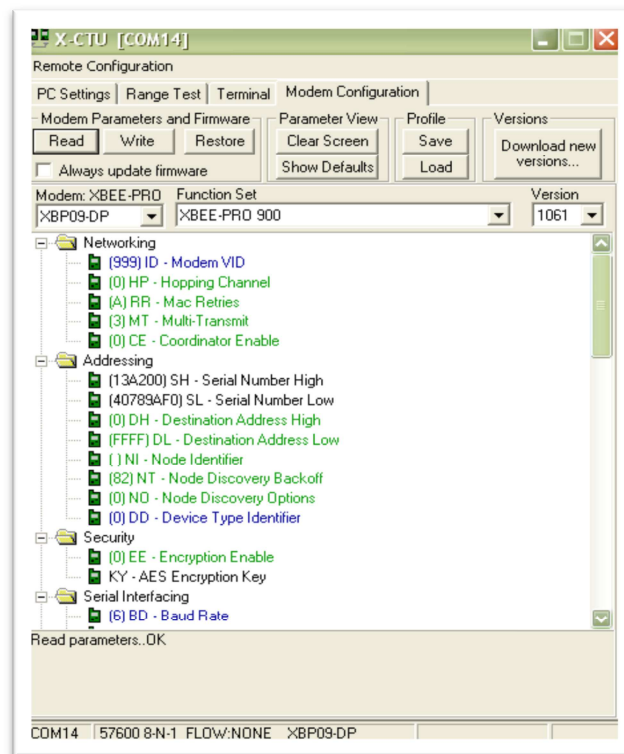

Figura 3.11 Configuración de Modulo Xbee Receptor
6. Si el cambio de parámetros es correcto aparecerá como la Figura 3.11.a momento de hacer click en la opción Read.